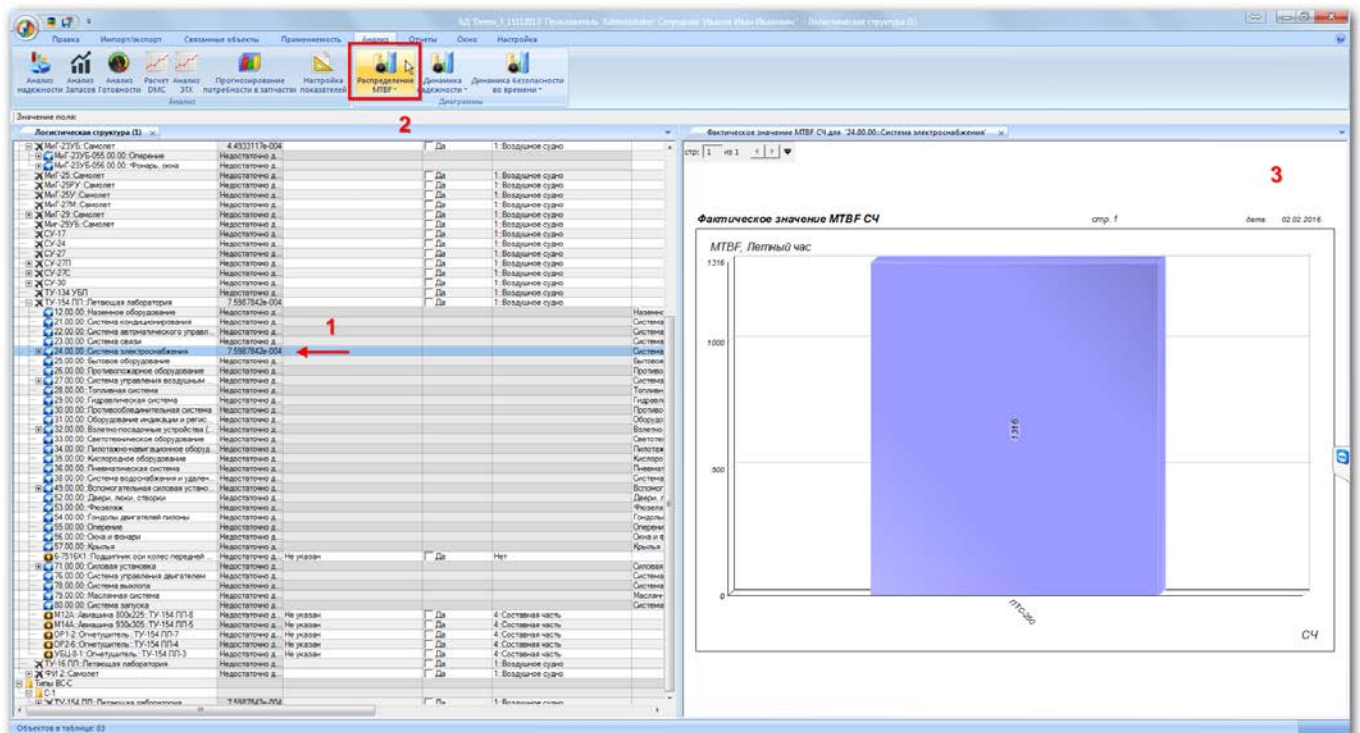

Рис. 13-555 – Построение диаграммы по надежности
- 3) Нажать кнопку «Распределение MTBF» панели «Диаграммы» на вкладке «Анализ» и выбрать пункт «Фактические значения» (рис. 13-555).